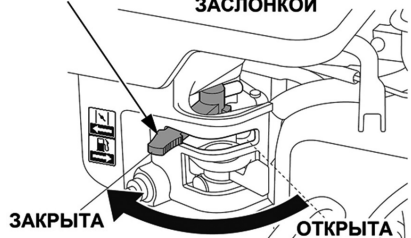

Рис. 11. Рычаг управления воздушной заслонкой
2. Закройте воздушную заслонку карбюратора (Рис. 11).